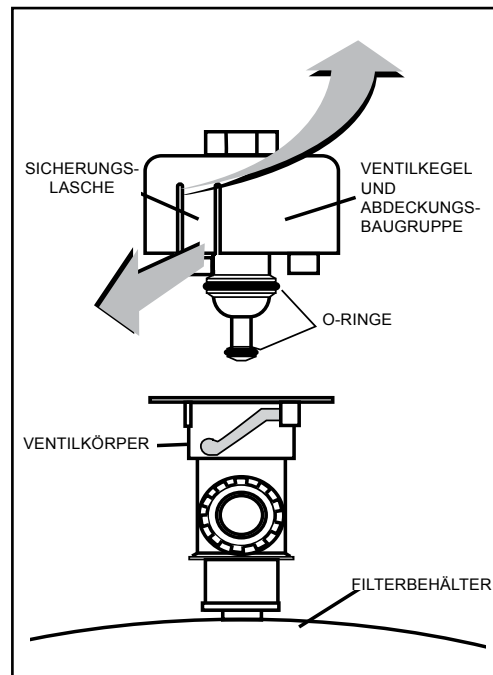

Abbildung 3.
3. Während das Entlüftungsventil am Filterbehälter installiert ist, müssen die Sicherungslaschen herausgezogen werden und der Ventilkegel sowie die Abdeckungsbaugruppe durch eine Bewegung gegen den Uhrzeigersinn abgehoben werden, siehe Abbildung 3.